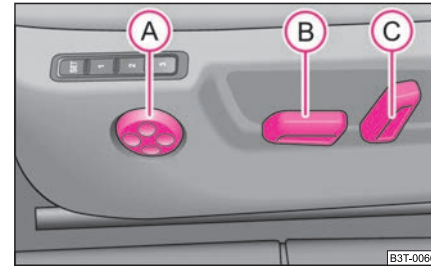

Abb. 63 Seitenansicht: Bedienelemente zum Sitz einstellen
- Drücken Sie den Schalter **(B)** oder **(C)** ⇒ Abb. 63 in Richtung der gewünschten Einstellung.
- Um die Wölbung der Lendenwirbelstütze zu vergrößern, drücken Sie den Schalter **(A)** vorn ⇒ Abb. 63.